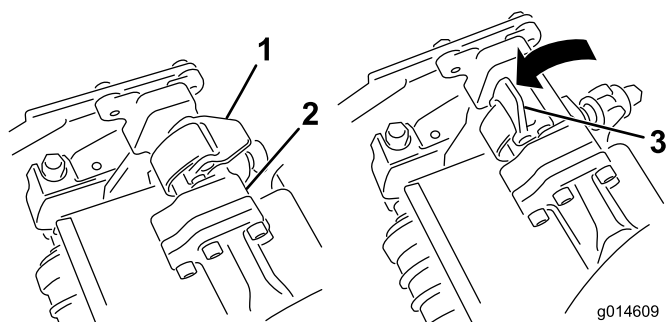
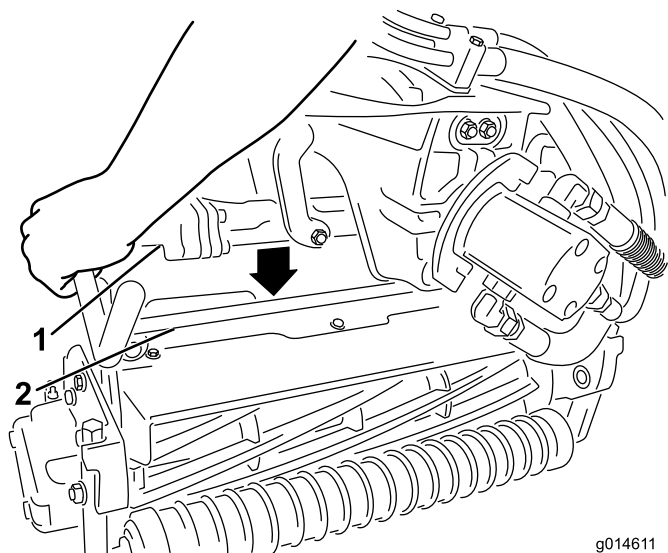

Figura 11
Figura 12
- Con los enganches del brazo de suspensión orientados hacia arriba (es decir, abiertos) (Figura 11), empuje hacia abajo el brazo de suspensión de modo que la barra encaje en la barra situada en la parte superior de la unidad de corte (Figura 12).
- Presione los enganches hacia abajo alrededor de la barra de la unidad de corte y bloquéelas (Figura 11).